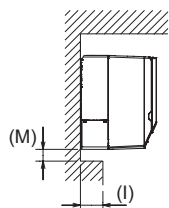

Fig. 2-2
- (F) Sortie d'air : ne placer aucun obstacle à moins de 1 500 mm de la sortie d'air.
- (G) Surface du sol
- (H) Garniture
- (I) Lorsqu'une traverse dépasse du mur de plus de 60 mm, une distance supplémentaire est nécessaire car le flux d'air du ventilateur peut créer un cycle court.
- (J) 1 800 mm minimum de la surface du sol (pour montage en hauteur)
- (K) 75 mm ou plus avec tuyau gauche, arrière gauche ou inférieur gauche et installation d'une pompe de vidange en option.(Utilisez le crochet positionné sur la partie inférieure du panneau de montage si la dimension est comprise entre 55 mm et 75 mm (moins de 55 mm :dimension incorrecte).Reportez-vous à la section 3.5. pour plus de détails.)
- (L) 350 mm minimum avec installation d'une pompe de vidange en option
- (M) Reportez-vous à la Fig. 2-2.